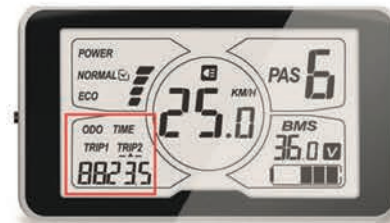

Abb. 2
5.5.5 Entfernungsanzeige (Abb. 2)